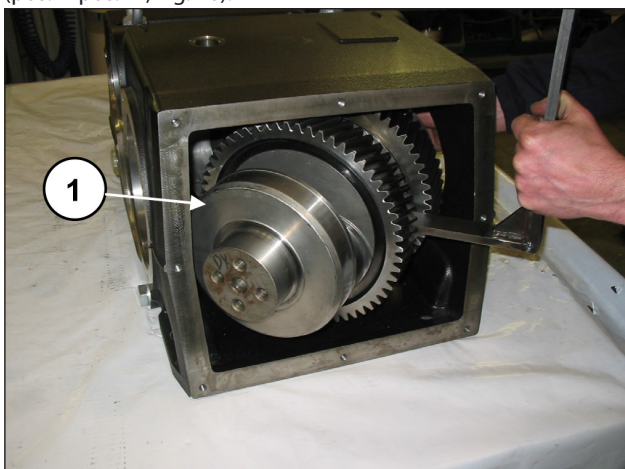

Fig. 40
Extraer el eje acodado por la parte posterior del cárter (pos. ① pos. ①, Fig. 40).